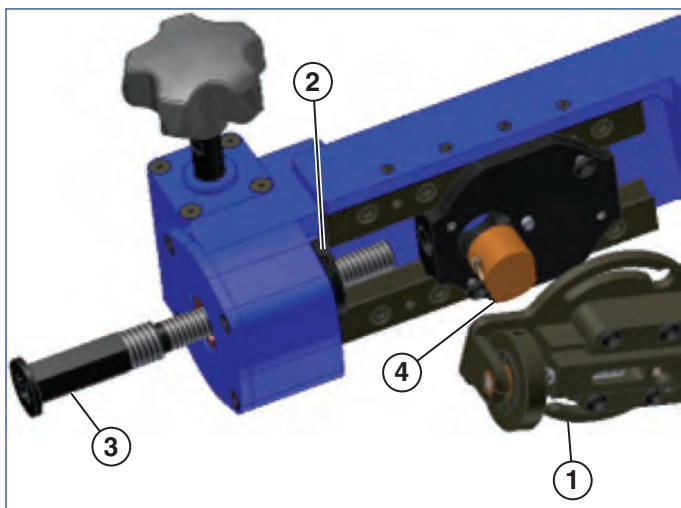

図 6
4. 製品本体には、送りネジ1本が別に付属しています。3, 18 - 6, 35 μm の面粗度が必要な場合は1/2 - 11山の送りネジを使用します。1, 52 - 2, 54 μm の粗度が必要な場合は1/2 - 20山の送りネジを使用します。(図6参照)